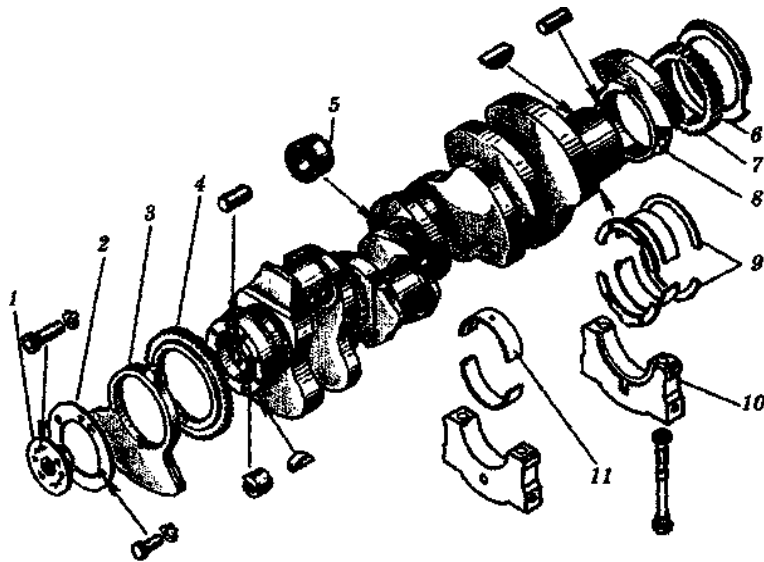
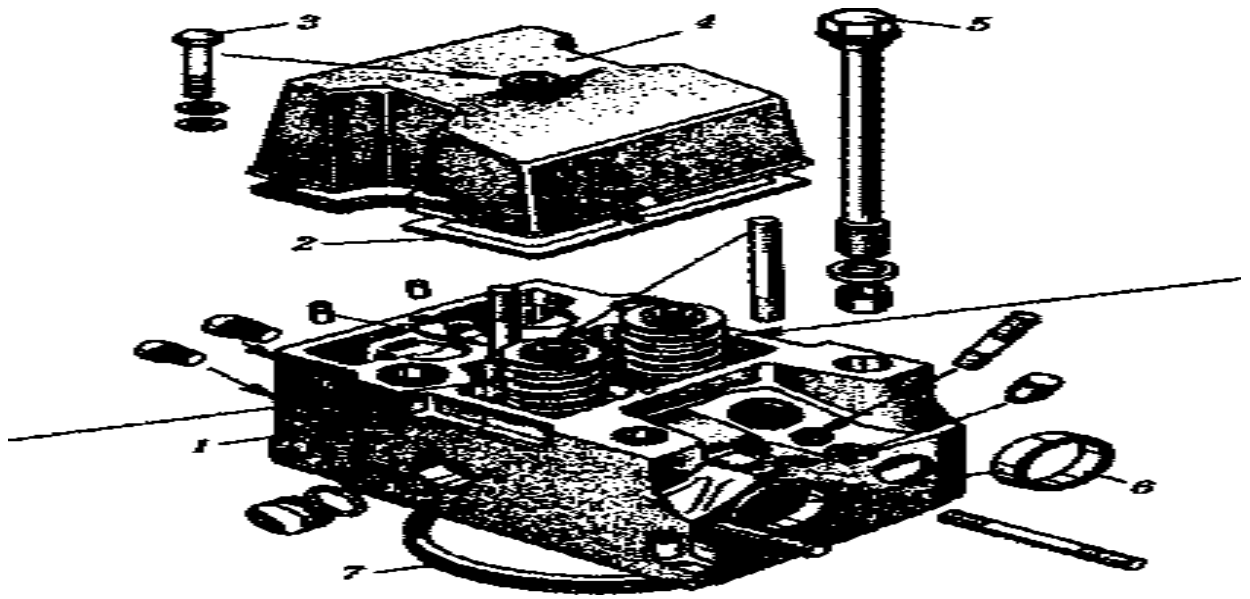

Рис. 2. Схема колінчастого вала дизеля КамАЗ-740:
Рис.4. Головка блока циліндрів клапанами у зборі:
5. Вивчіть конструкцію блок-картера , кривошипно-шатунного (рис. 2,3) і газорозподільного (рис. 4, 5) механізмів.